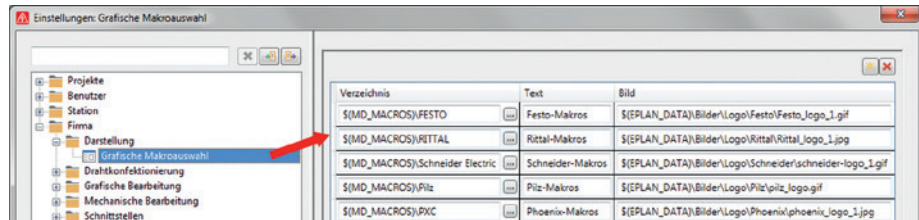

Bild 2.49 Festlegen der Einstellungen der grafischen Makroauswahl
- **Darstellung/Grafische Makroauswahl:** Diese Einstellung bietet die Möglichkeit, Makros und deren Verzeichnisse anhand von eigenen Texten (Bezeichnungen) und/oder Bildern einfacher zu finden und auszuwählen (Bild 2.49).